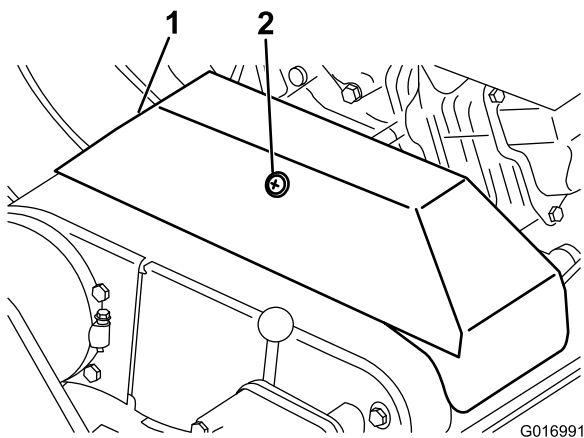

Figura 33
3. Desaperte a fixação que prende a cobertura da correia em V e incline a abertura da cobertura (Figura 33).